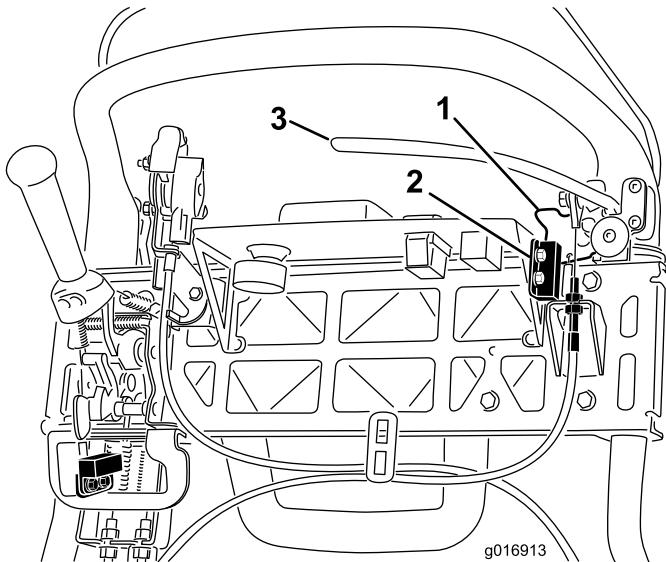

図 39
4. インタロックスイッチを固定しているねじをゆるめる図 39。
5. 駐車ブレーキのラッチとインタロックスイッチとの間に厚さ 1.6 mm のシムをはさむ図 39。